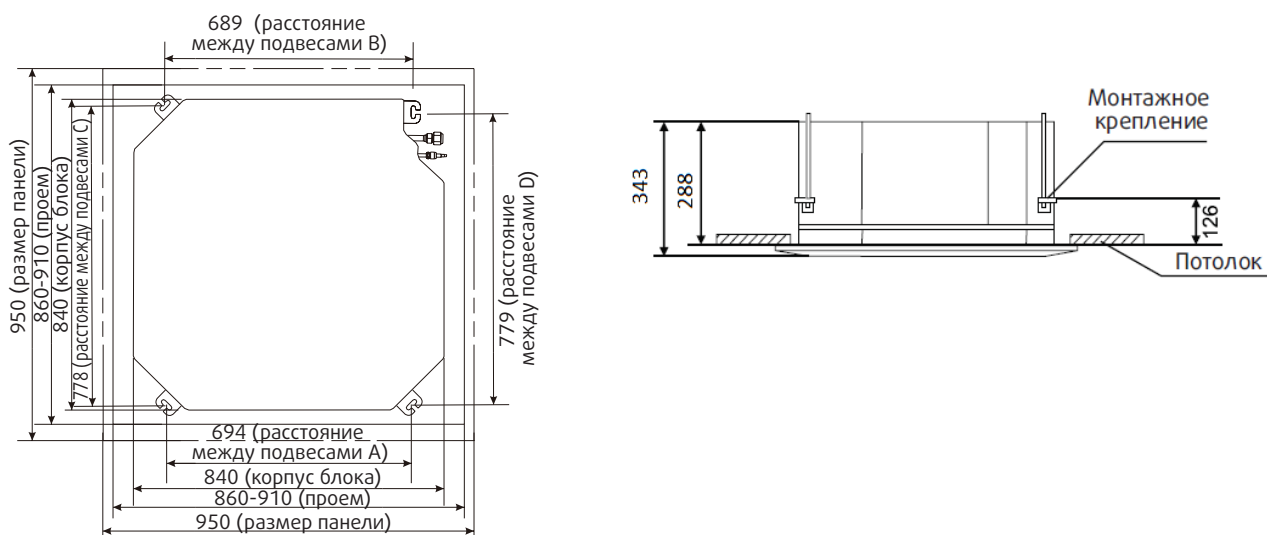

Рис. 2.1
1. Прорежьте в основном потолке в соответствии с установочными размерами размерами монтажного шаблона (рис.2.1)